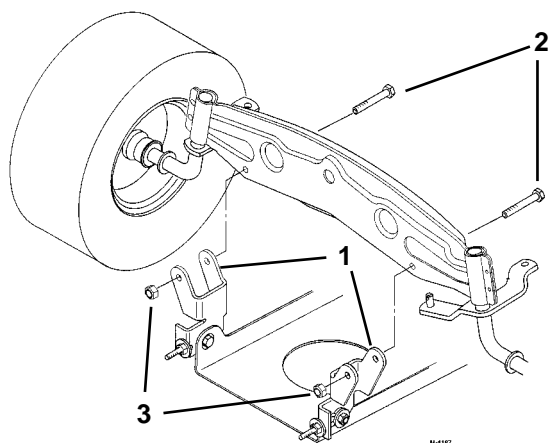

Figure 41
- Déposer les boulons et les écrous de blocage et retirer les deux supports de pivots de la tondeuse de l'essieu avant (Fig. 41).
la tondeuse de l'essieu avant (Fig. 41).